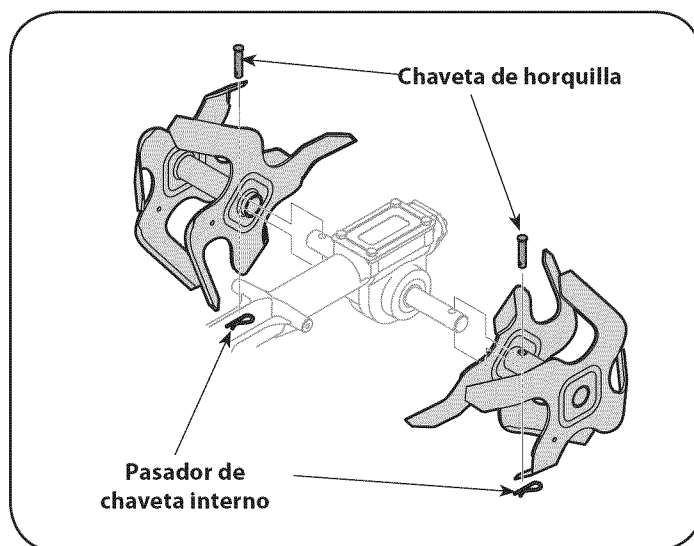

Figura 32
3. Para retirar un conjunto de dientes, simplemente saque la chaveta de retén interna que sujeta la chaveta de horquilla. Vea la Figura 32.